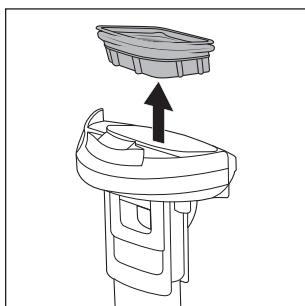

Fig. 24
- ◆ Îndepărtați filtrul de murdărie **10** din rezervorul de apă murdară **2**, introducând degetele lateral în orificiile de lângă filtrul de murdărie **10** și trăgându-l în sus de pe capacul rezervorului de apă murdară **3** (a se vedea fig. 24).